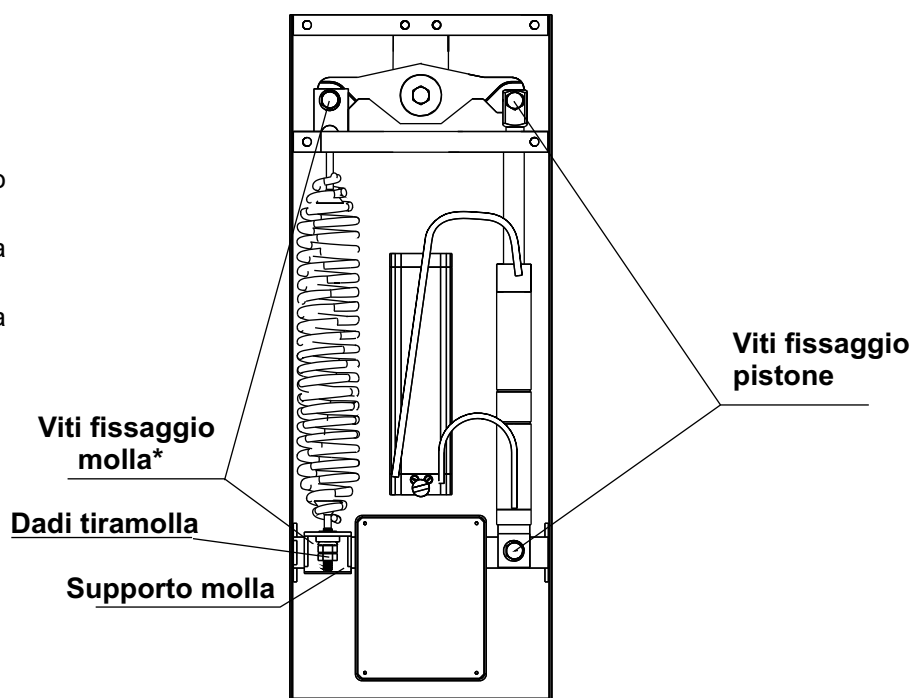

Fig. 3
- Rimuovere la molla e il pistone intervenendo sulle viti indicate in Fig. 3.